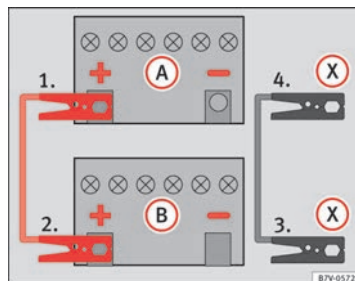

Fig. 220 Schema elettrico per i veicoli dotati di sistema Start&Stop.
- **Nei veicoli con impianto Start-Stop:** Collegare un'estremità del cavo di emergenza *nero* (X) a un terminale di massa idoneo, a un elemento metallico massiccio avvitato al basamento o al basamento stesso ⇒ fig. 220.
5. Collegare l'altra estremità del cavo di emergenza *nero* (X), al monoblocco del motore del veicolo con la batteria scarica oppure ad un elemento metallico massiccio annesso al monoblocco e comunque il più lontano possibile dalla batteria (A).